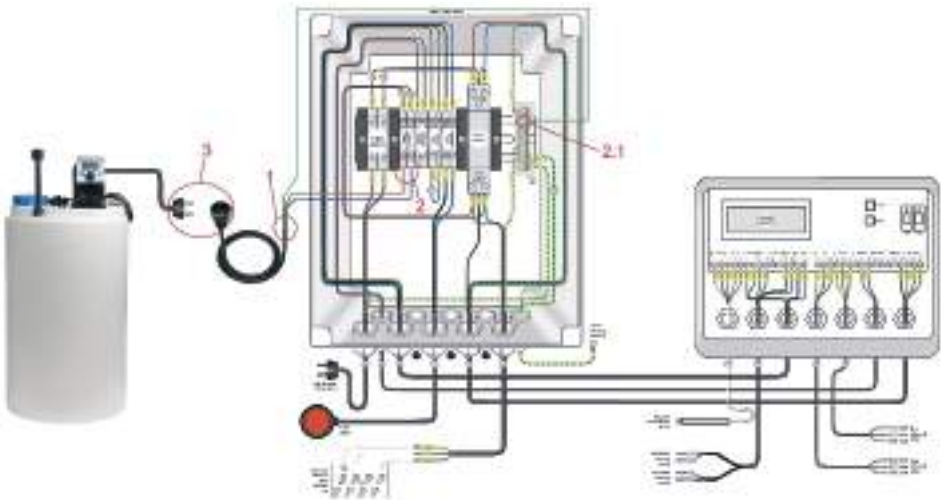

Рис. 6 – Схема підключень до комерційних систем (МО6500...36000 з контролером ОС5000) зворотного осмосу (постійне дозування)
- 4) Підключіть провід живлення насоса-дозатора до електричної панелі системи зворотного осмосу, як показано на **рис. 6 — 8**.